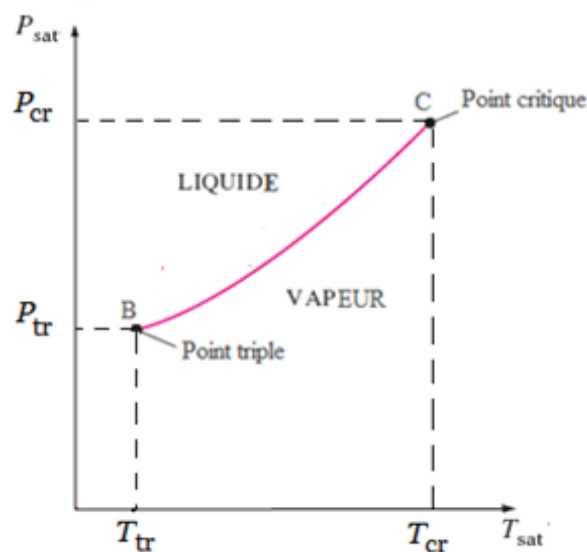

Figure 9.8 : La courbe de saturation Liquide-Vapeur ( $P,T$ )
- Le changement de phase  $L \rightleftharpoons V$  est une transformation réversible. Pour pouvoir la réaliser, il faut traverser la courbe de saturation. Autrement dit,  $T_{\text{tr}} < T < T_{\text{cr}}$  et  $P_{\text{tr}} < P < P_{\text{cr}}$  (voir Fig. 9.8)